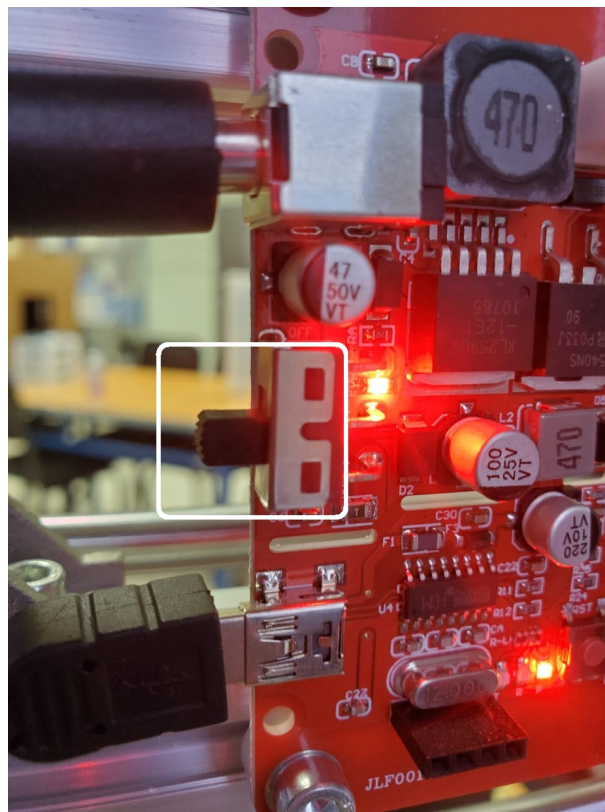

Figura 4: Interruptor de la máquina CNC
3. Una vez conectada la máquina, esta se debe encender bajando el interruptor mostrado en la figura 4. Una luz led roja indicará que la máquina está encendida.